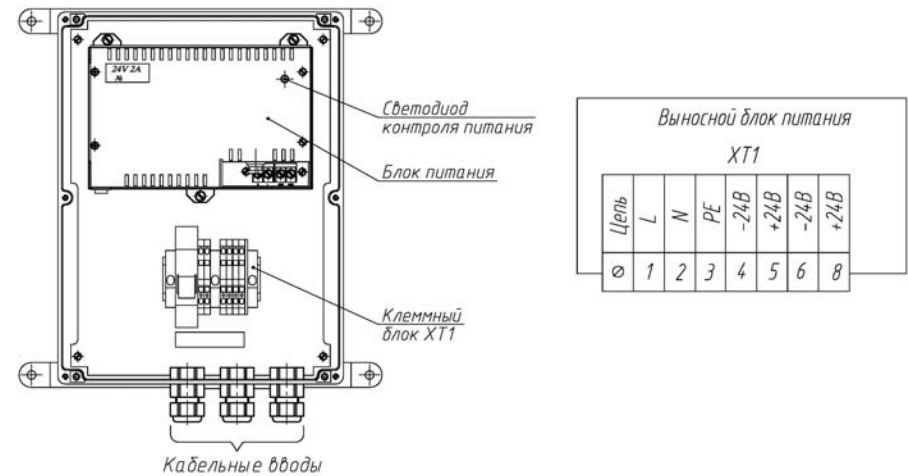

Рис. 2
- Подключить кабель к разъему (ХТ1) в соответствии со схемой рис.2.